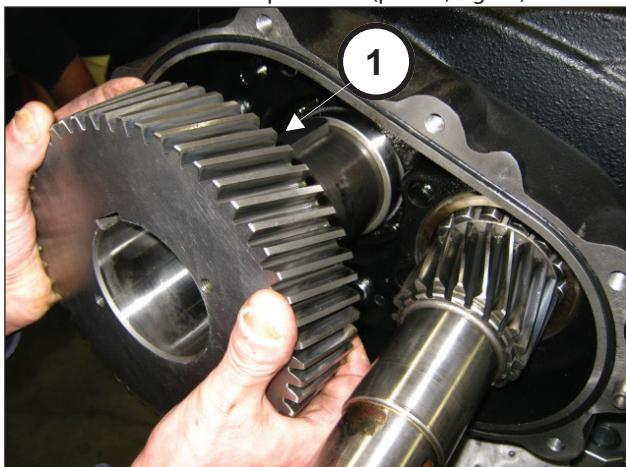
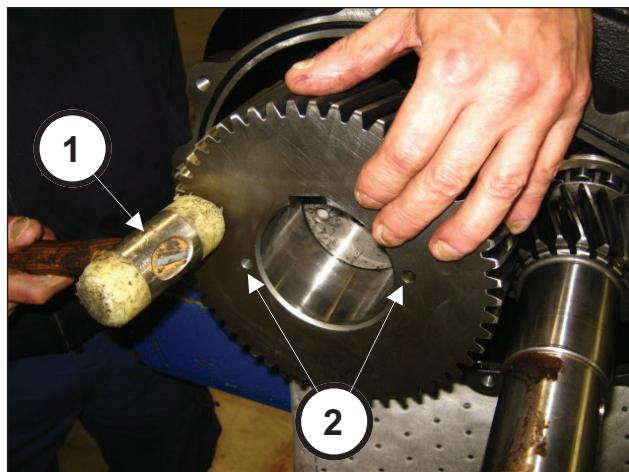

Fig. 79
Fig. 80
Introducir la corona en el eje (pos. ①, Fig. 79) a fondo utilizando un extractor de percusión (pos. ②, Fig. 80).
Montar la corona de modo que los dos orificios M8 utilizados para la extracción estén orientados hacia la parte externa de la bomba (pos. ②, Fig. 80).